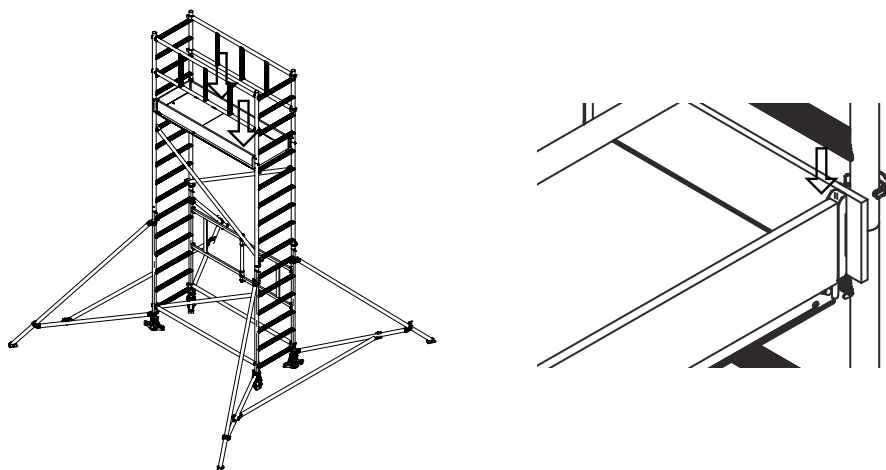

Rys. 37 Montaż bramek stabilizujących
13. Zamontować bramki stabilizujące (2 szt.) na kolumny drabin nadstawy od wewnątrz. Należy sprawdzić zabezpieczenia haków czy są prawidłowo zapięte (Rys.37).